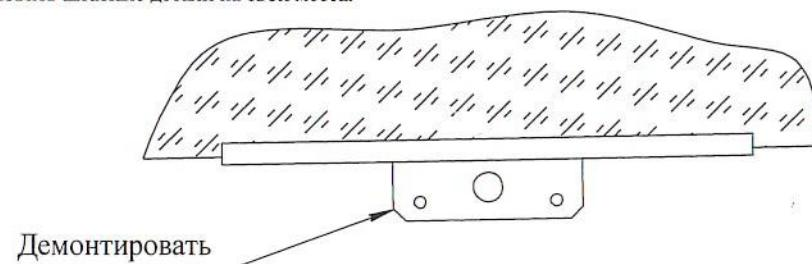

Рис. 1
6.5 Если на стёклах установлены металлические обоймы - демонтировать их (см. рис. 1).